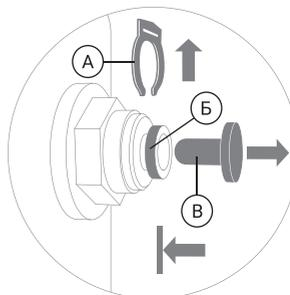

Рис. 3
1. В соответствии с рис. 3, удалите стопорную клипсу (А). Удерживая цанговое кольцо (Б) прижатым к основанию фитинга, аккуратно извлеките заглушку (В).